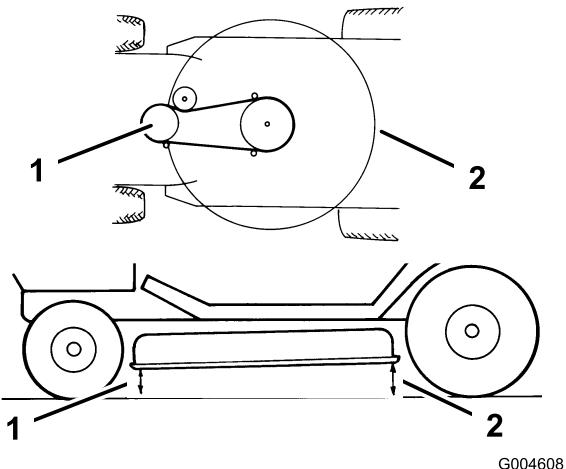

Figure 46
10. Contrôlez l'inclinaison avant/arrière en mesurant la hauteur du bas du plateau de coupe (au centre, à l'avant et à l'arrière) par rapport au sol plat (Figure 46). Si l'avant du plateau est plus de 16 mm plus bas que l'arrière, réglez l'inclinaison de la lame comme expliqué aux points 11 à 17.